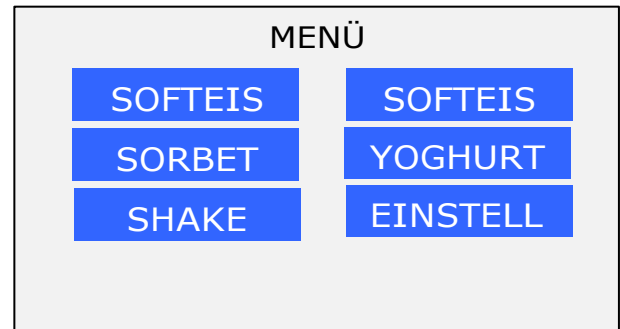
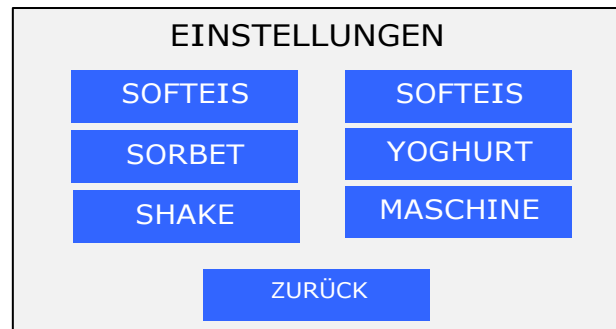
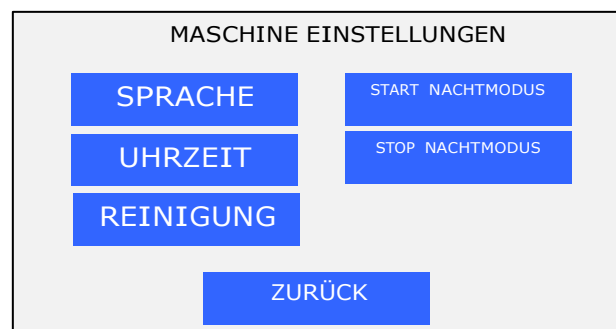

Abb. 7
Abb. 17
Abb. 18
- Beim Einschalten der Maschine erscheint das Haupt- Auswahlmnü (Abb. 7). Bei Betätigung einer der Tasten für die eingestellten Produkte wird die Zubereitungsphase dieses Produkts eingeleitet (beispielsweise SPEISEEIS) und die Maschine arbeitet aufgrund der Parameter, die für das gewählte Produkt voreingestellt wurden.
Sofern vor dem Betrieb der Maschine besondere Parameter eingestellt werden sollen, muss gleich nach dem Einschalten der Maschine das EINGABE- Menü (Abb. 7) aufgerufen und das Produkt gewählt werden, dessen Parameter geändert werden sollen (Abb. 17).
Wenn im Hauptmenü gleich nach dem Einschalten die Taste EINGABE und danach die Taste MASCHINE (Abb. 17) betätigt wird, erfolgt der Zugriff auf das Menü der allgemeinen Einstellungen der Maschine (Abb. 18).
SPÜLEN (Abb. 18): Nach Betätigung der Taste Spülen muss auf das Hauptmenü zurückgeschaltet und das gewünschte Produkt gewählt werden. Danach arbeitet die Maschine bis zum Abschalten im Spülbetrieb (nur Rotation der Schnecke bei deaktivierter Kühlanlage). Diese Betriebsart hat den Zweck, eine erste, grobe Reinigung des Behälters vorzunehmen, bevor die in Kapitel 9 beschriebenen Reinigungs- und Desinfektionsarbeiten ausgeführt werden